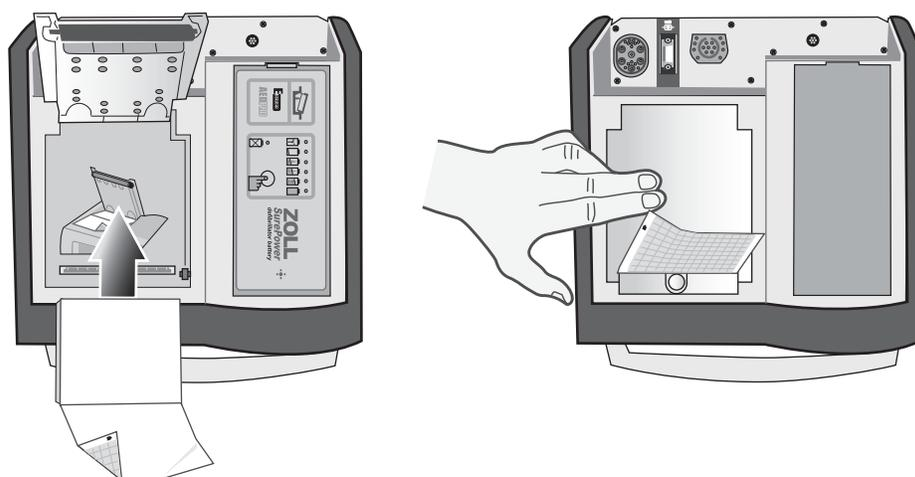

**Figure 12-5. Ouverture du volet de l'imprimante**
1. Appuyez sur le bouton de déverrouillage pour ouvrir le volet de l'imprimante (voir Figure 12-5), puis retirez le papier le cas échéant.